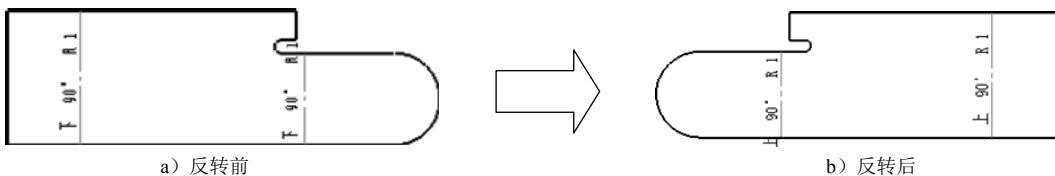

图 8.3.2 反转视图
- **反转视图(L)** 按钮: 单击该按钮, 可以反转视图方向(将视图旋转 180°), 如图 8.3.2 所示。